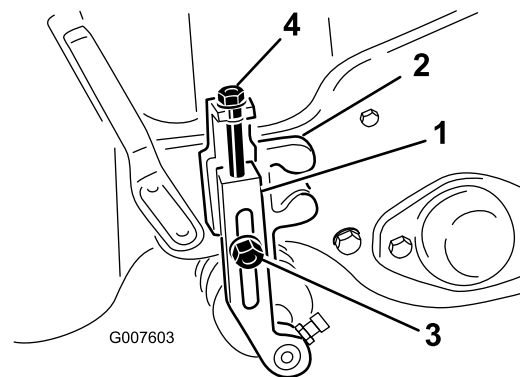

图48
2. 松开将剪草高度臂固定到剪草高度支架上的锁紧螺母（图48）。